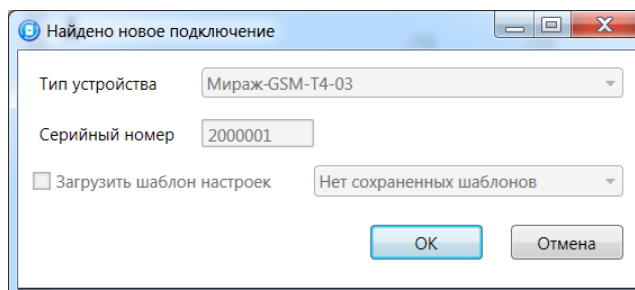

Рис. 5.4. Окно *Найдено новое подключение*
6. При подключении контроллера к ПК с запущенной программой *Конфигуратор Профессионал* появится окно *Найдено новое подключение* (рис. 5.4), в котором будут автоматически установлены параметры устройства (тип и серийный номер). В этом окне также можно загрузить шаблон настроек, сохраненный ранее, установив соответствующий флажок и выбрав номер шаблона из раскрывающегося списка. Задав необходимые параметры, нажмите кнопку *OK*.